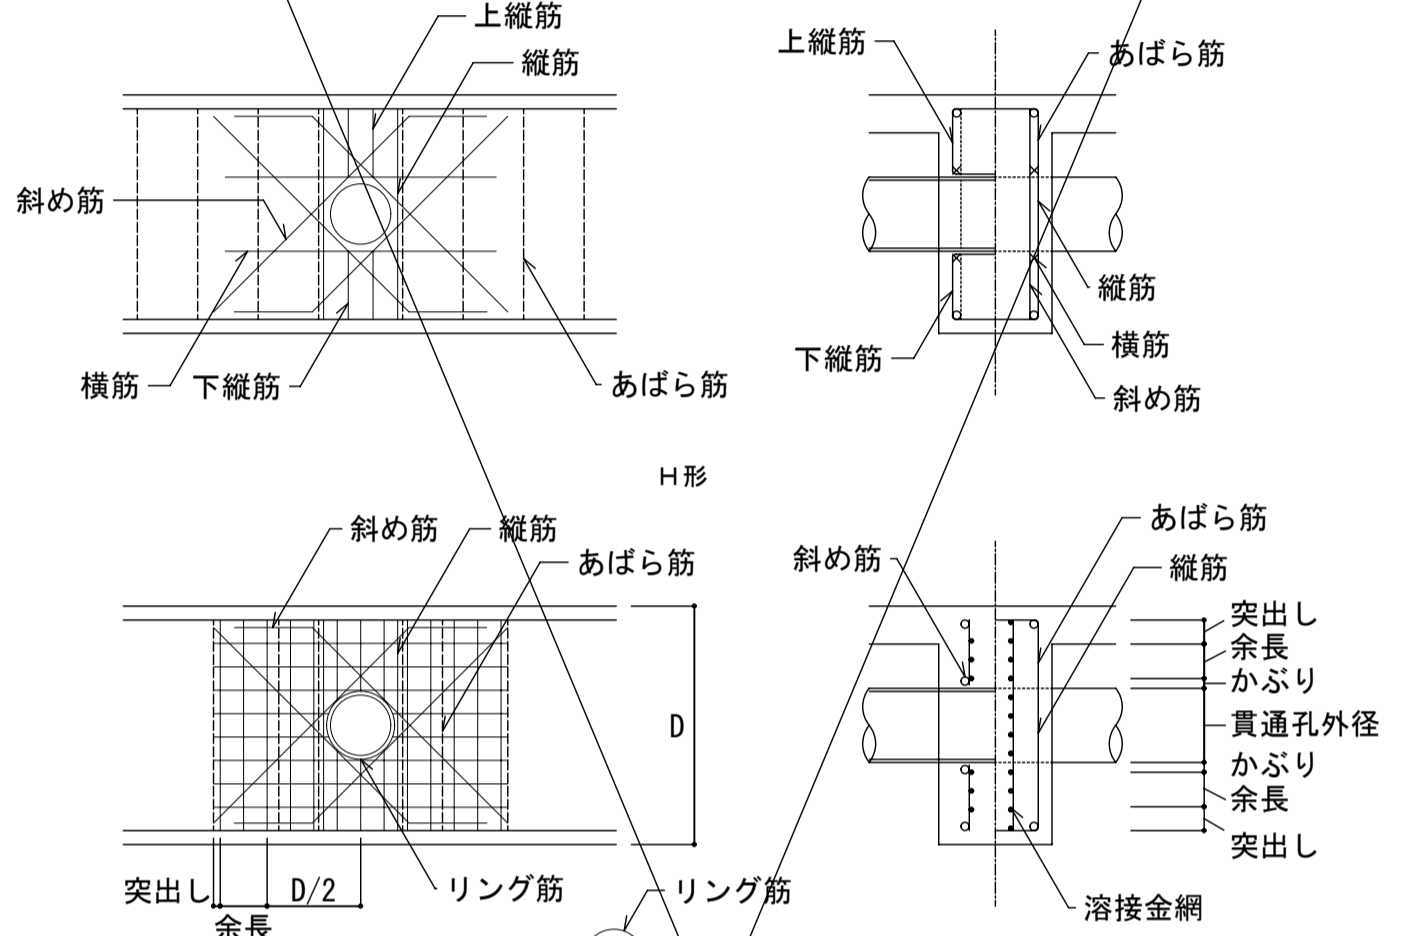
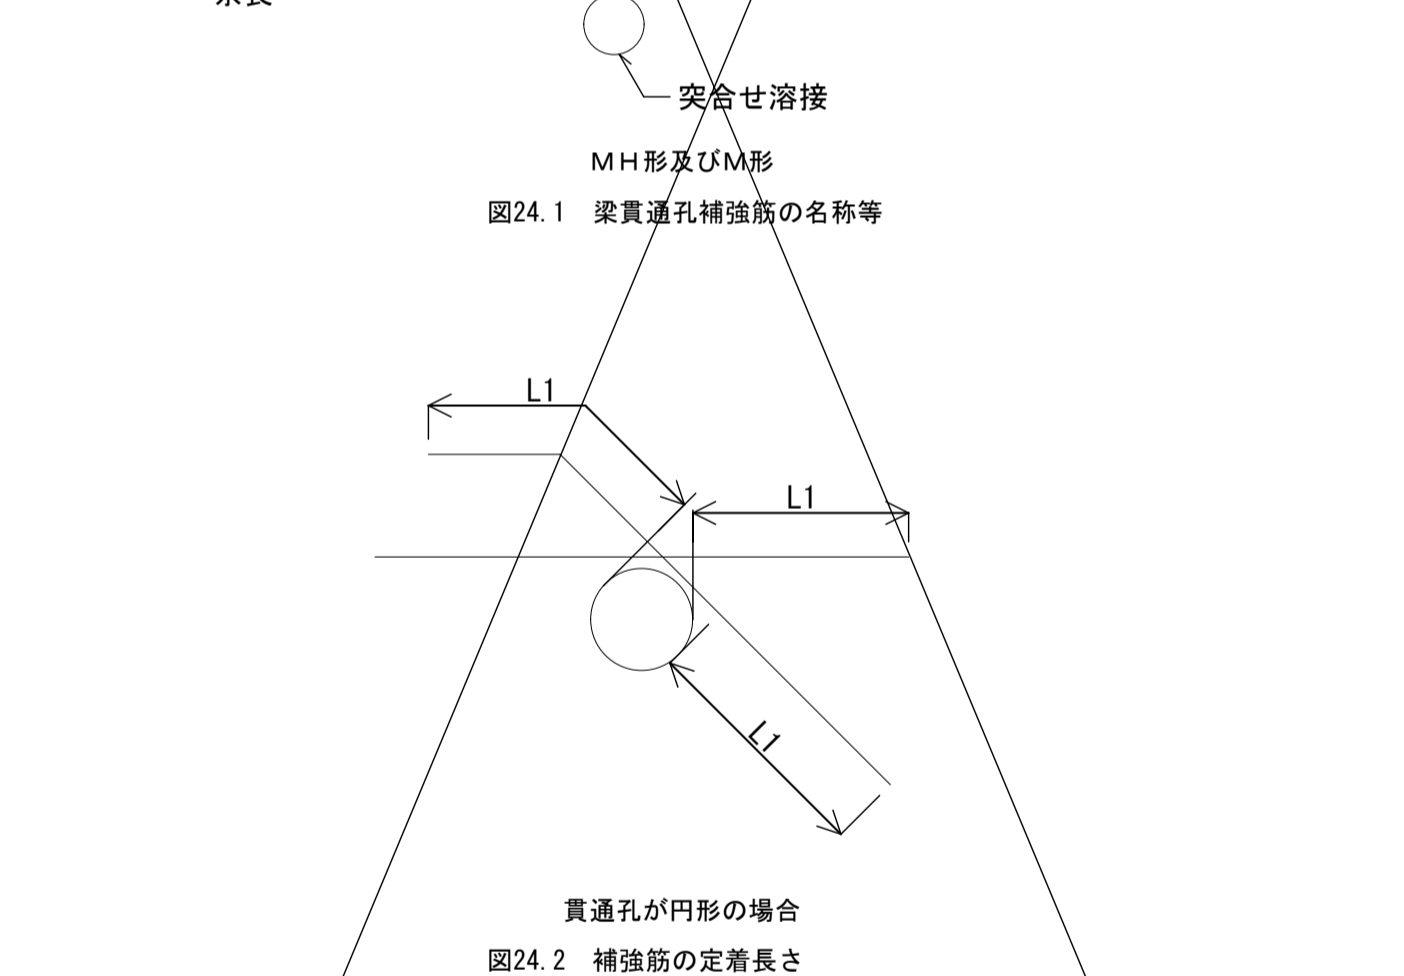

図24.1 梁貫通孔補強筋の名称等
図24.2 補強筋の定着長さ
- (1) 梁貫通孔補強筋の名称等は、図24.1による。
- (2) 孔の径は、梁せいの1/3以下とし、孔が円形でない場合はこの外接円とする。
- (3) 孔の上下方向の位置は梁せい中心付近とし、梁中央部下端は梁下端より1/30の範囲には設けてはならない。
- (4) 孔は、柱面から、原則として、1.5D (Dは梁せい)以上離す。ただし、基礎梁及び壁付帯筋は除く。
- (5) 孔が並列する場合の中心間隔は、孔の径の平均値の3倍以上とする。
- (6) 縦筋及び上下縦筋は、あばら筋の形に配筋する。
- (7) 補強筋は、主筋の内側とする。また、鉄筋の定着長さは、図24.2による。
- (8) 孔の径が梁せいの1/10以下、かつ、150mm未満のものは、鉄筋を緩やかに曲げることにより、開口部を避けて補強を省略することができる。
- (9) 溶接金網の余長は1格子以上とし、突出しは10mm以上とする。
- (10) 溶接金網の貫通孔部分には、鉄筋1-13φのリング筋を取り付ける。
- (11) 溶接金網の割付け始点は、横筋ではあばら筋の下側とし、縦筋では貫通孔の中心とする。